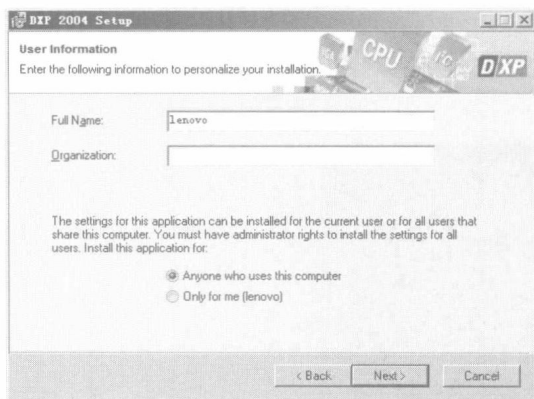

图 1-5 输入公司名称
- (4) 输入公司名称，单击 Next 按钮，如图 1-5 所示。